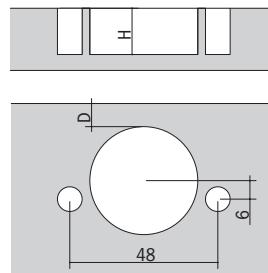
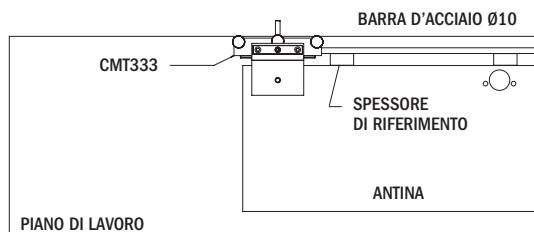

Fig. 3
Fig. 4
Posizionare il sistema di foratura su un piano di lavoro idoneo al tipo di lavorazione. Procuratevi una barra in acciaio da Ø10mm con lunghezza adatta alla lavorazione da eseguire e inserirla nel foro laterale (2), regolate la battuta di riferimento e bloccare il tutto con i due volantini (3), fissate sul piano uno o più spessori di riferimento in base alla lunghezza dell'antina da forare (**Fig. 4**).
Regolare le distanze di foratura (**Fig. 3**): dal bordo del pannello alla cerniera (D) tramite piastra e volantino centrale (4) e la profondità di foratura (H) con la barra filettata e dado di fissaggio (5), infine posizionare l'antina da forare (**Fig. 4**). Successivamente vanno montate sui 3 mandrini le punte adatte alla testina scelta: sul mandrino centrale (6) va inserita e fissata la punta per cerniere destra da Ø35mm, mentre sui 2 laterali (7) vanno montate le punte per fori ciechi sinistre da Ø8mm o Ø10mm (in base al tipo di cerniera) da fissare con i 2 grani, (**Fig. 2**).